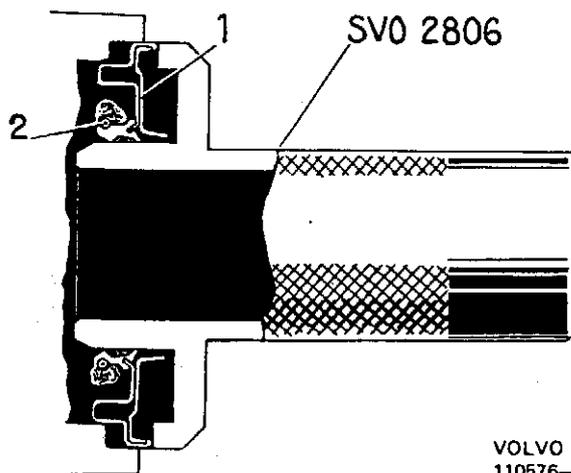

Abb. 9. Einbau des Dichtringes
3. Neuen Dichtring mit dem Dorn SVO 2806 einbauen. Dabei die Dichtungslippen am Dichtring einfetten. Spiralfeder ebenfalls etwas einfetten, so daß diese nicht beim Einbau aus dem Dichtring herauspringt (Abb. 9).